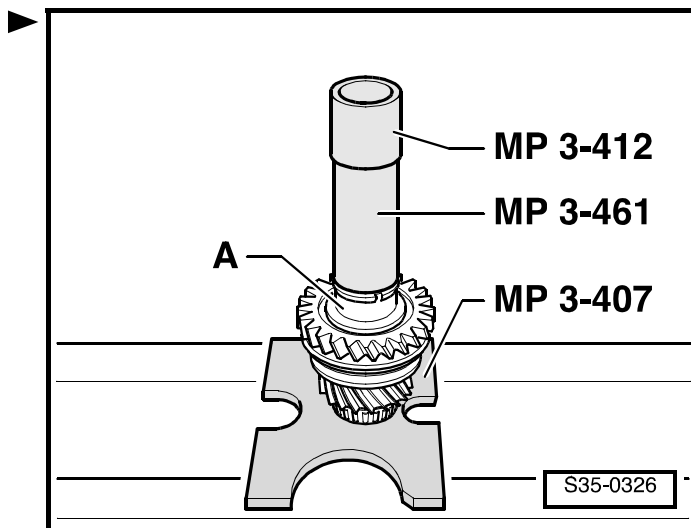

Рис. 11: Проверка износа блокирующего кольца синхронизатора 5-ой и 6-ой передач
- проверить на износ ⇒ Рис. 11 в **35-3** страница 7